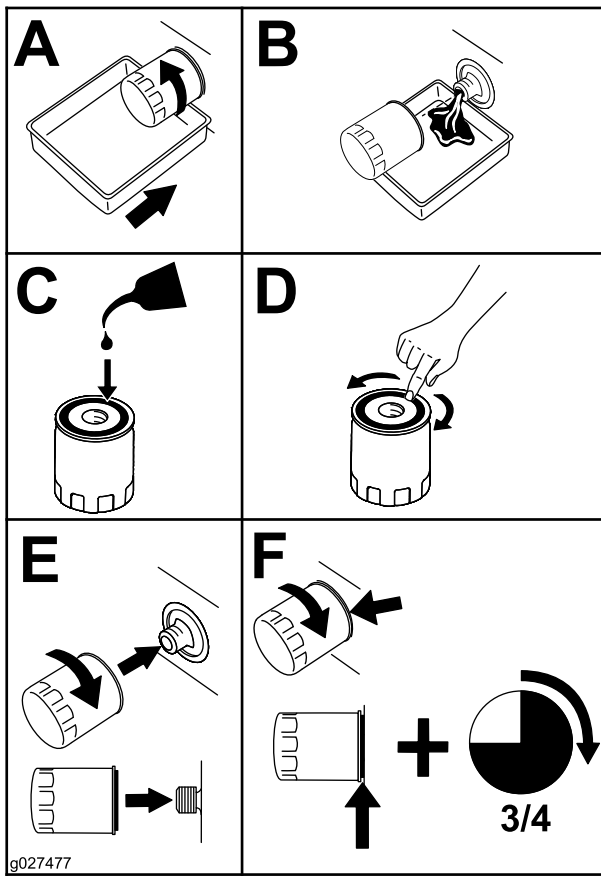

Figure 39
4. Remplacez le filtre à huile moteur (Figure 39).